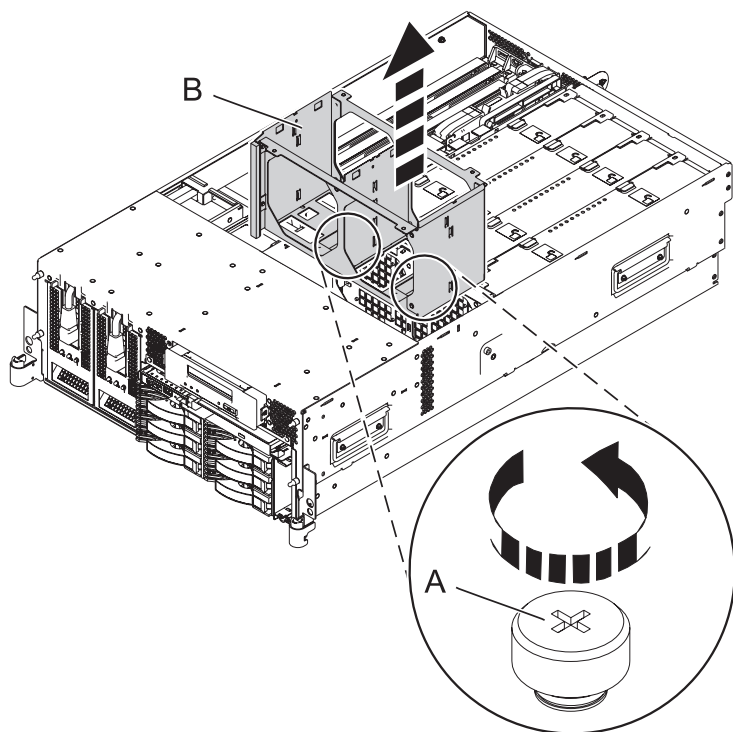

Figure 9. Retrait du boîtier de ventilation d'un système 04E/8A
- 3) Pour retirer le boîtier de ventilation, dévissez les deux vis moletées (A) et soulevez le boîtier de ventilation (B) pour le retirer du système, comme indiqué dans la figure 9.